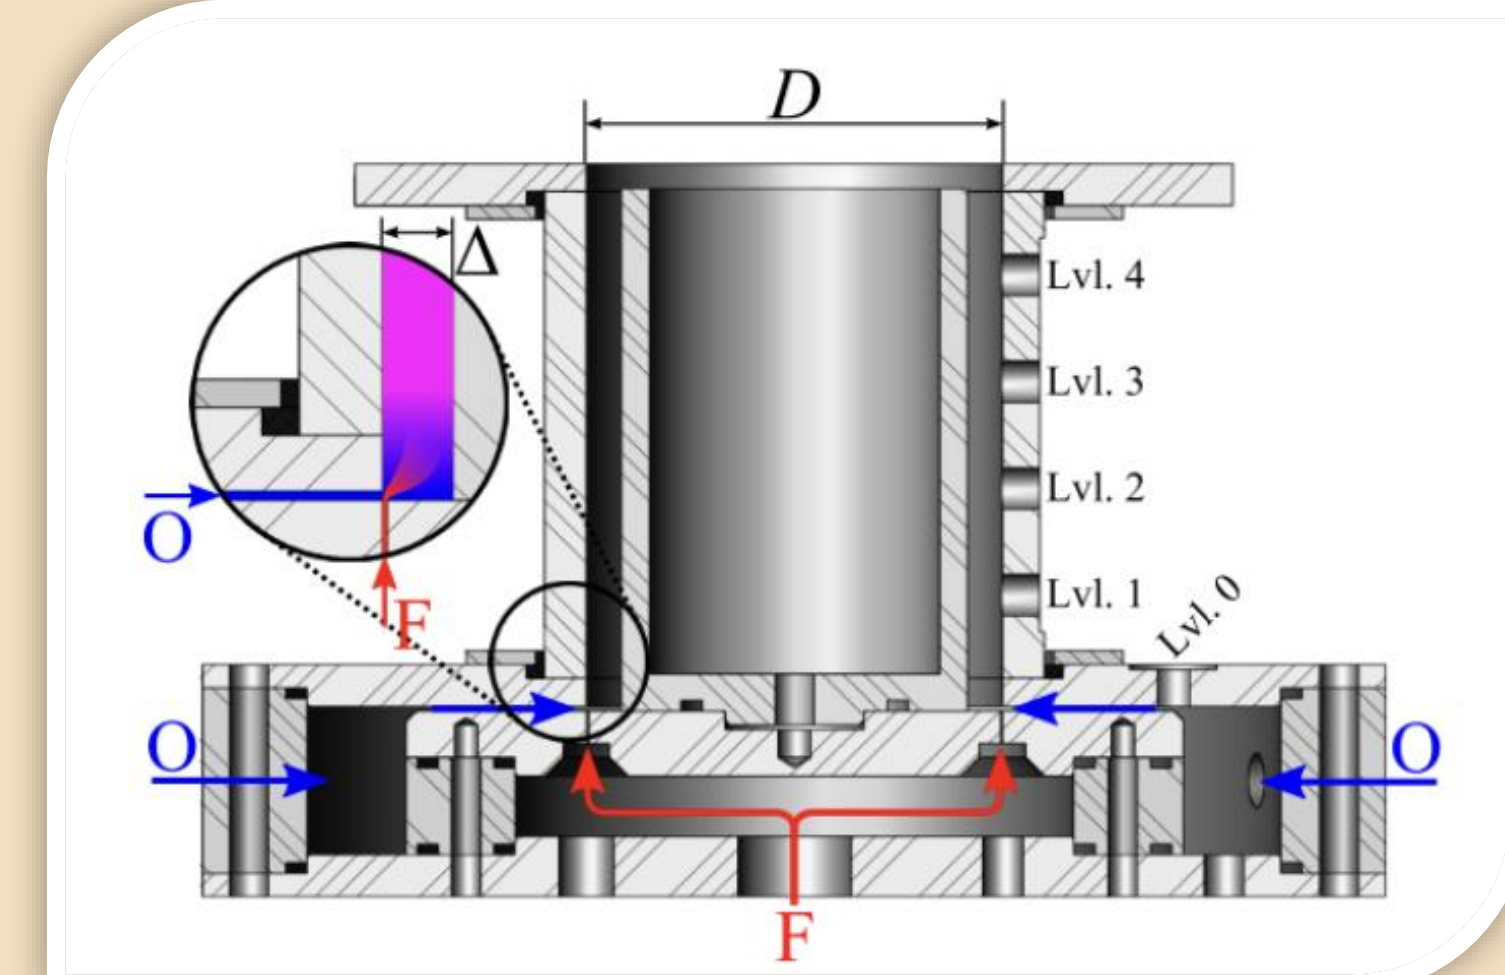

Fig. 2. Tværsnitsdiagram af TU Berlin's RDM. F viser brændstof, og O viser luftveje. Vores RDM er en forbedring af dette design
- * Samme specifikationer som TU Berlins RDM (Se Fig. 2)